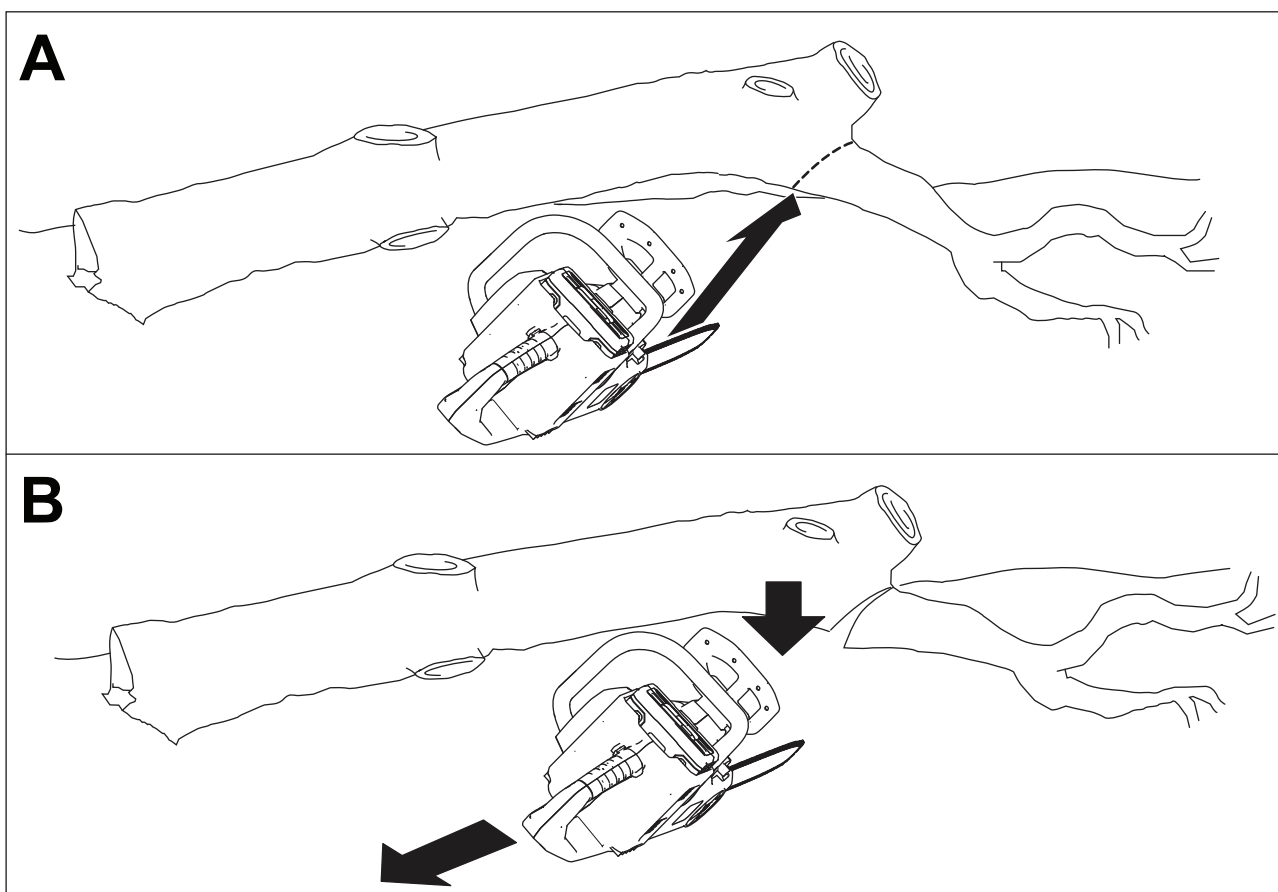

Figure 18
3. Coupez les grosses branches qui supportent le poids de l'arbre en procédant de bas en haut pour éviter que les branches pincement la lame (Figure 18).